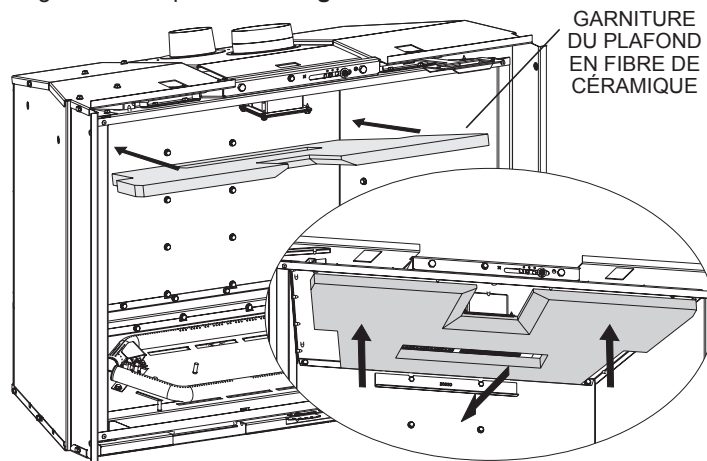

Figure 8
9. Placer le côté lisse de la garniture de fibre de céramique du plafond vers le bas en la positionnant au-dessus du support de fixation de garniture arrière. Positionner la garniture de fibre de céramique autour de l'unité d'éclairage. Maintenir la garniture en place. **Voir Figure 8.**